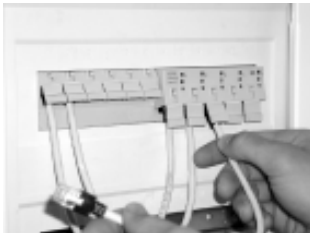

Bild 3
- 2 Stecken Sie die Patchkabel der Endgeräte in die entsprechenden Buchsen (s. Bild 3).